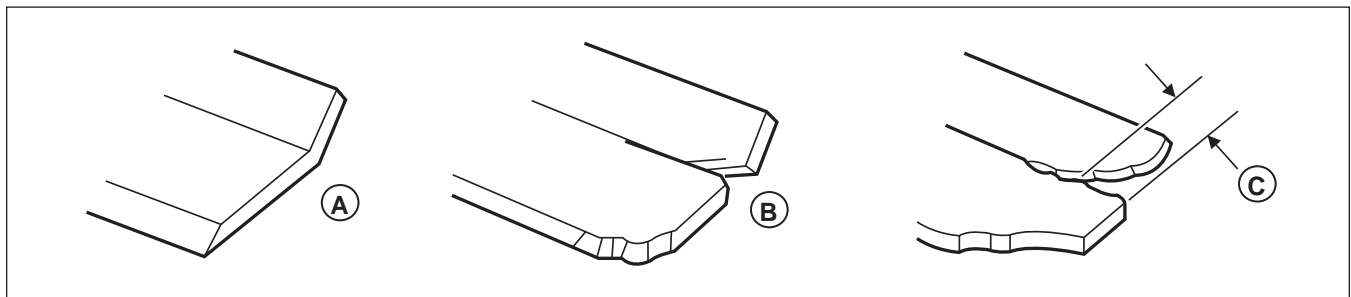

Figura 14. Inspección de los elevadores por aire de las cuchillas del cortacésped
- B.) Los elevadores por aire están excesivamente erosionados (B y C, Figura 14) y la ranura (C) está a 0.25" (6.35 mm) de profundidad o más.